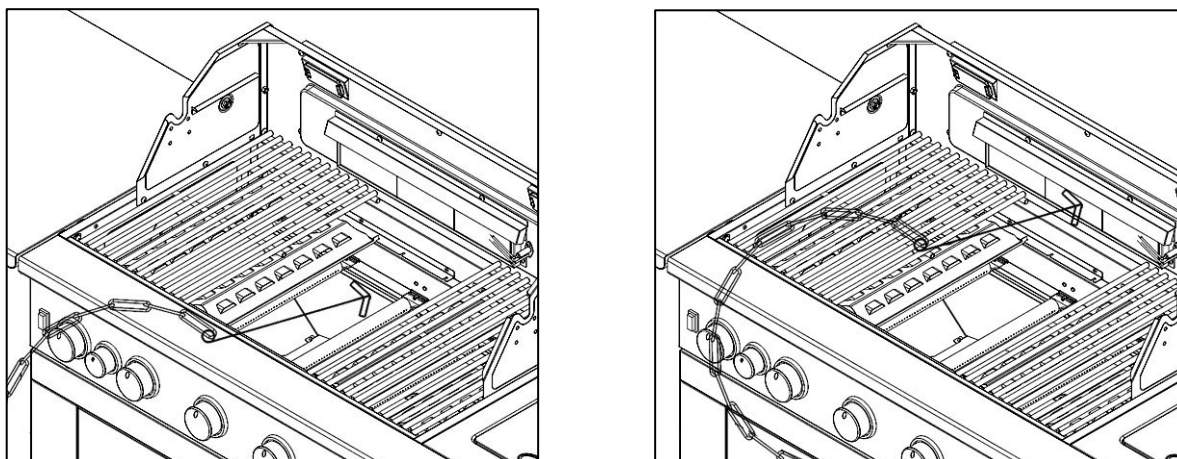

Fig. 37 Illustration de l'allumage à l'aide d'une allumette ou de papier
4. Fixez soit l'allumette, soit le papier à la pince (comme l'illustre la figure 37), allumez l'allumette et insérez-la près des orifices du brûleur, poussez et tournez le bouton de commande vers la gauche jusqu'à la position élevée (« HIGH »).